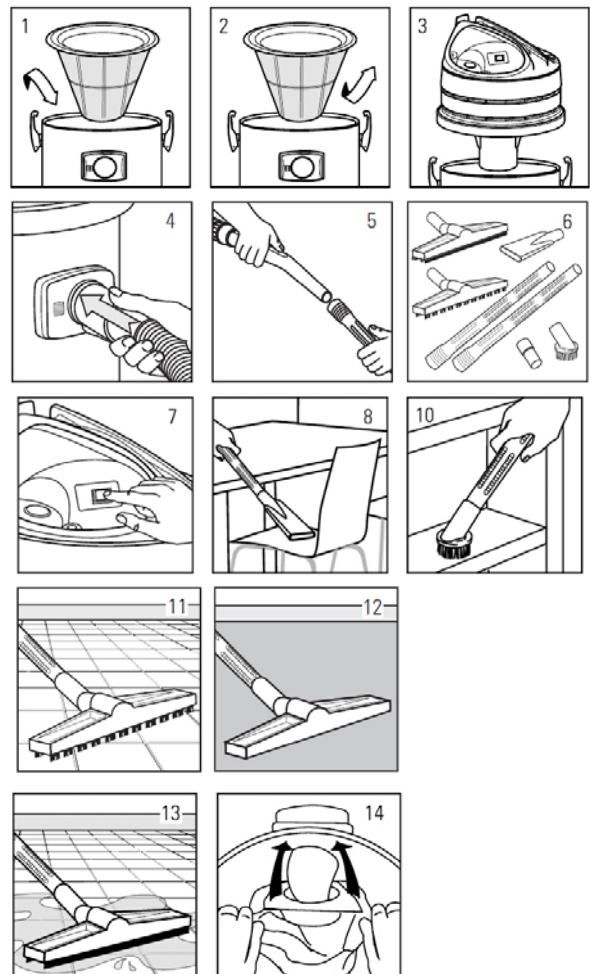

Abb. 7: Betrieb
- Schritt 1: Textilfilter in Behälter einsetzen (Pos. 1, Abb.7)
- Schritt 2: Motorkopf auf Behälter setzen und mit Klammern befestigen (Pos. 3, Abb. 7)
- Schritt 3: Schlauch am Saugstutzen anschließen (Pos. 4, Abb. 7)
- Schritt 4: Saugrohre auf Saugschlauch stecken (Pos. 5, Abb. 7)
- Schritt 5: Entsprechendes Zubehör auswählen und anschließen (Pos. 6, Abb. 7)
- Schritt 6: Papierfilter auf den im Gerät befindlichen Stutzen schieben (Pos. 14, Abb. 7)
- Schritt 7: Stecker in Steckdose stecken, dann Gerät einschalten (Pos. 7, Abb. 7)
- Beispiel für den Gebrauch der Fugendüse (Pos. 8, Abb. 7)
- Beispiel für den Gebrauch der Polsterdüse (Pos. 9, Abb. 7)
- Beispiel für den Gebrauch der Rundbürste (Pos. 10, Abb. 7)
- Beispiel für den Gebrauch der Bürste für Bodenreinigung (Pos. 11, Abb. 7)
- Beispiel für den Gebrauch der Bürste für Teppichreinigung (Pos.12, Abb. 7)
- Schritt 1: Textilfilter abnehmen (Pos. 2, Abb. 7)
- Schritt 5: Verbinde die Wassersaugdüse L (Pos. 6, Abb. 7)
- Schritt 6: Stecker in Steckdose stecken, dann Gerät einschalten (Pos. 7, Abb. 7)
- Beispiel für den Gebrauch der Wassersaugdüse (Pos. 13, Abb. 7)